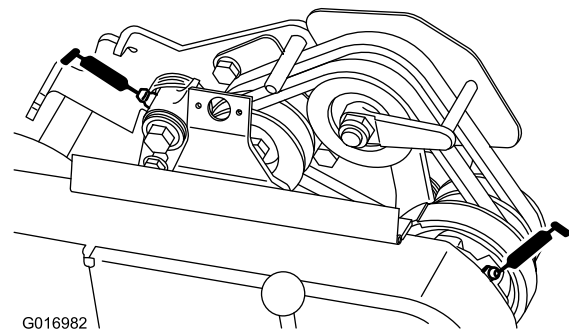

Figura 24
- 2 en los puntos de pivote de la polea tensora de la correa (Figura 24).